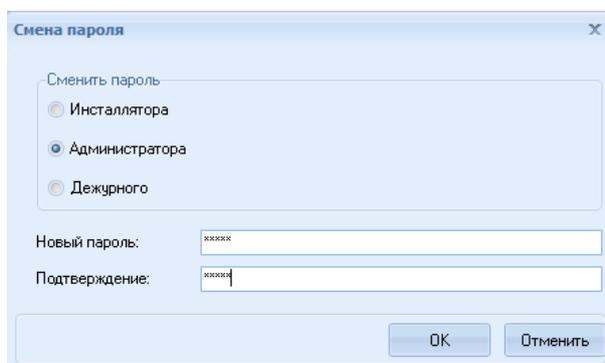

Рисунок 13.7 Окно «Смена пароля»
- Задать пароль - открыть диалоговое окно «Смена пароля», в котором можно сменить пароль инсталлятора, администратора или дежурного (Рисунок 13.7). Окно смены пароля открывается после подтверждения логина/пароля пользователя. Как настроить права пользователей См. 3.2.